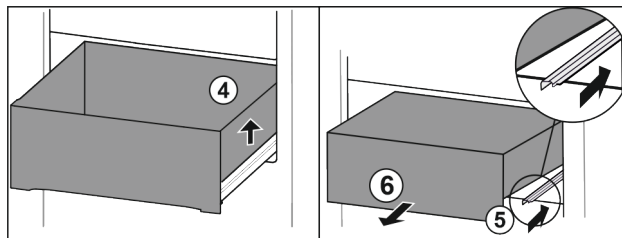

Fig. 91
- ▶ 抬起抽屉右侧。 Fig. 91 [4]
- ▶ 推入右侧轨道。 Fig. 91 [5]
- ▶ 朝前取出抽屉。 Fig. 91 [6]